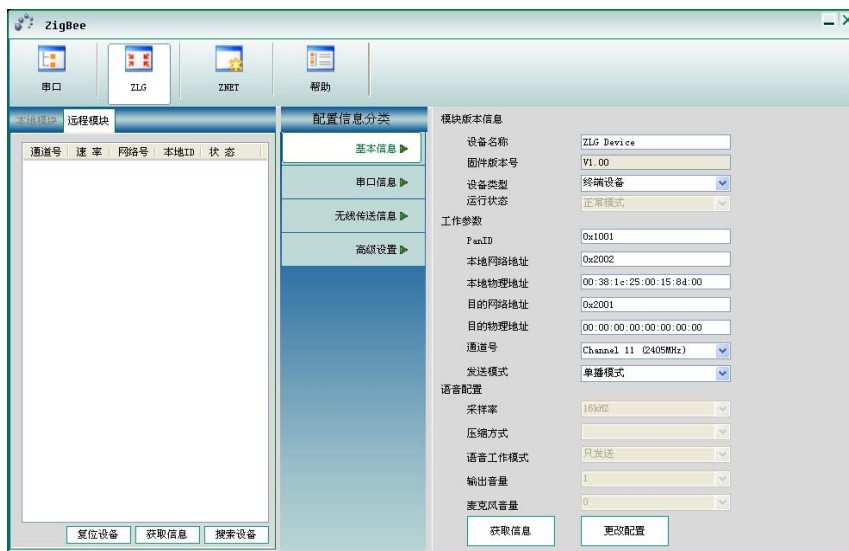

图 3.2 模块配置
2. 选择【ZLG】标签页，点击【获取信息】按钮，获取模块的配置信息，修改模块各参数后点击【更改配置】，提交模块的配置信息，首次提交更改，需要输入配置密码，配置密码默认为：88888，如图 3.2 所示。更改好模块的参数后，模块即可投入使用。